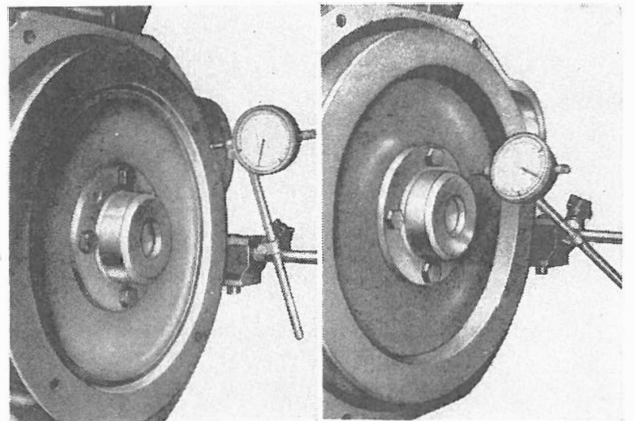

Fig. 68
- Azzerare il tastatore sulla faccia accoppiamento volano. Ruotando l'albero a gomito, l'errore di parallelismo ammesso è di **0,05 mm.** su 1 giro (Fig. 68). Controllare anche, se necessario, il piano interno volano.
2. "Zero" contact point on flywheel mating face. When turning crankshaft, permissible "wobble" on flywheel is 0.05 mm over 1 turn (Fig.68). If necessary, check also flywheel internal face.
- Mettre à zéro le palpeur sur la surface d'appui du volant. En faisant tourner le vilebrequin, le défaut de parallélisme admis est de 0,05 mm sur un tour (fig.68). Vérifier au ssi, si nécessaire, le plan intérieur du volant.